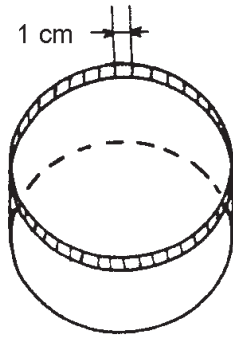

Figura 10
- Corta pestañas de aproximadamente 1 cm de ancho sobre la lata C. La figura 10 te muestra cómo deben quedar las pestañas.